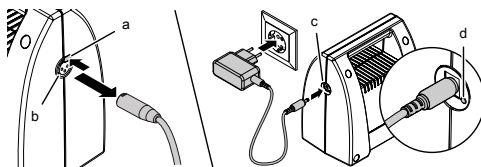

Fig. 9: Chargement du pack batterie
- Pour toute intervention sur l'entraînement, débranchez tout d'abord le connecteur allant vers le pack batterie. (voir aussi le chapitre 7.2, fig. 9)
Erreur lors de l'auto-test. La porte de garage ne s'ouvre ou ne se ferme pas.	Débranchez le connecteur du câble allant de l'entraînement au pack batterie (voir chapitre 7.2, fig. 9) et rebranchez-le au bout d'environ 10 secondes.